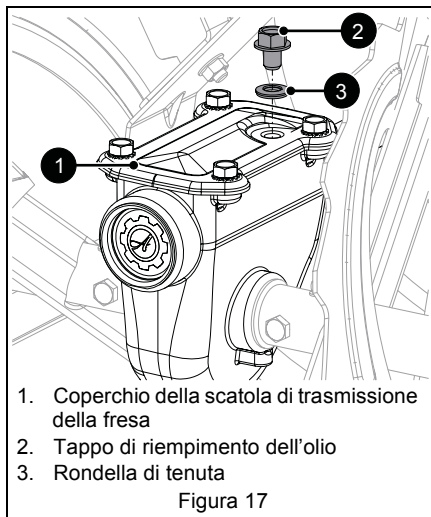

Figura 17
2. Rimuovere il tappo di riempimento dell'olio e la rondella di tenuta. Vedere Figura 17.